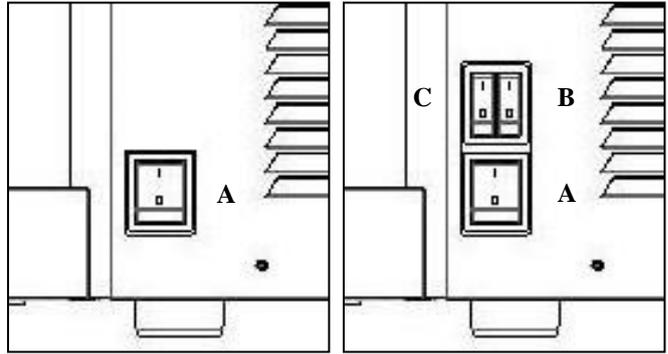

Abb. 41
- Durch Betätigen des Hauptschalters A auf der rechten Seite der Maschine und, nur für Maschinen mit mehreren Wannen, auch des kleinen Schalters (B für die rechte Wanne und C für die linke), wird automatisch das Rührwerk in der Wanne in Bewegung gesetzt (Abb.41).